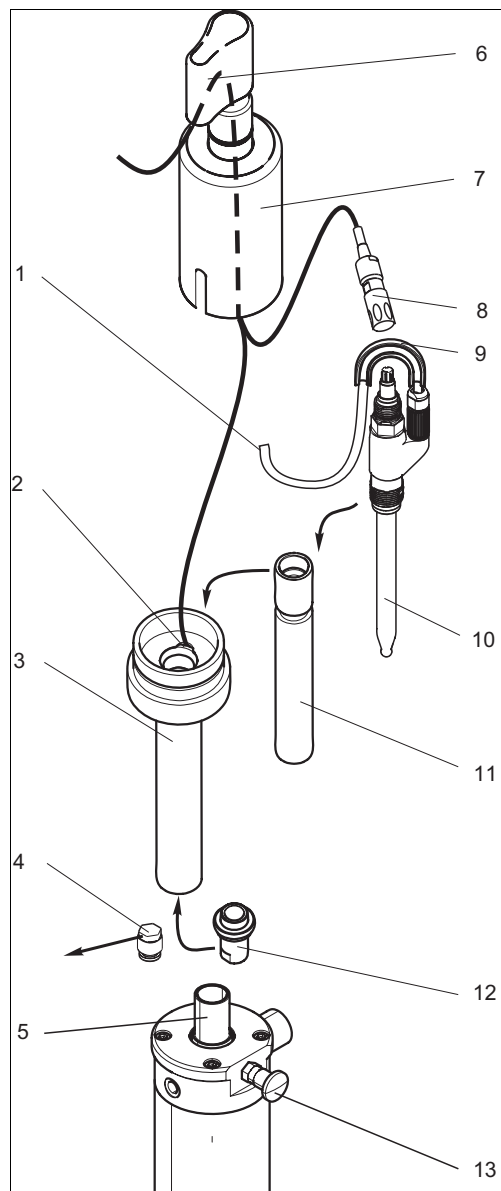

図 16: 液体 KCl 電解液センサーの取り付け
1. 防滴キャップ (図 16 の 6) 及び保護チューブのついた KCl フード (図 16 の 7) をホルダから取り外します。
2. リトラクタブル式パイプ (図 16 の 3) を反時計方向に回して緩めます。
- a. 引っ張りスリーブ (図 16 の 12) を内側パイプ (図 16 の 11) からネジを緩めて外し、リトラクタブル式パイプから内側パイプを引き出します。
- b. センサー (図 16 の 10) を内側パイプに取り付けます。
5. 保護チューブ、KCl フード (図 16 の 7) を通して測定ケーブルを差し込みます。
7. 電解液供給チューブ (図 16 の 1) をセンサーの電解液接続口に接続します。
8. 提供されたチューブサポート (図 16 の 9) を電解液接続口の直上の電解液供給チューブに取り付けます。
対称式 pH 計測の場合には、PML のコネクタを PML 接続口に押し込む必要があります (PML = ポテンシャル整合ライン、図 16 の 2)。トランスミッターの取扱説明書を参照してください。